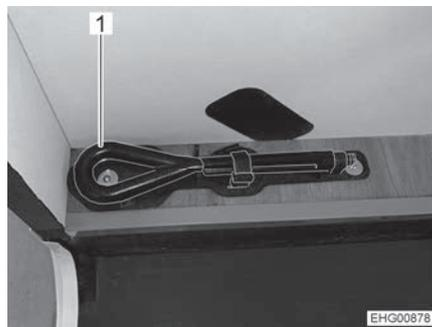

Fig. 1 Argolla de remolque
- ▷ Las instrucciones de uso del vehículo básico Ford describe que la argolla de remolque se encuentra debajo del asiento del acompañante. En la autocaravana, sin embargo, la argolla de remolque (Fig. 1,1) está alojada en un soporte en el descansillo del garaje trasero o en la caja para bombonas de gas.